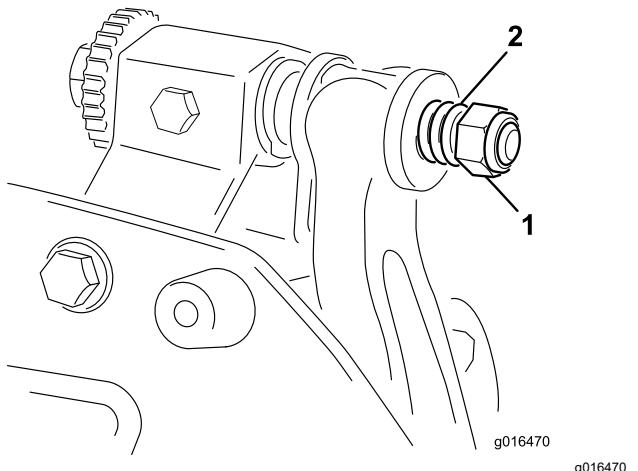

Figure 22
6. Serrez l'écrou de tension du ressort jusqu'à ce que les spires soient jointives, puis desserrez-le de 1/2 tour (Figure 22).